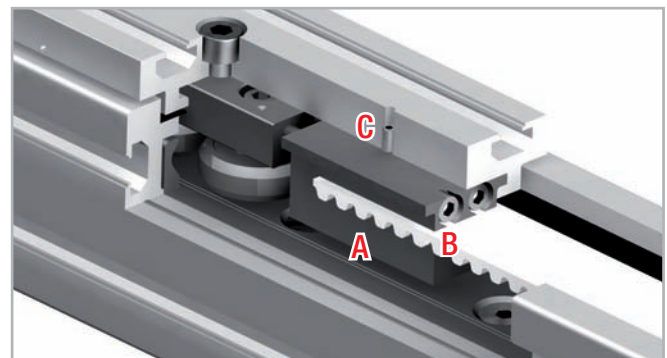

Fig. 21
1. Allentare le viti di sicurezza C (in alto sul cursore) dell'unità di tensionamento della cinghia A (vedi fig. 21).